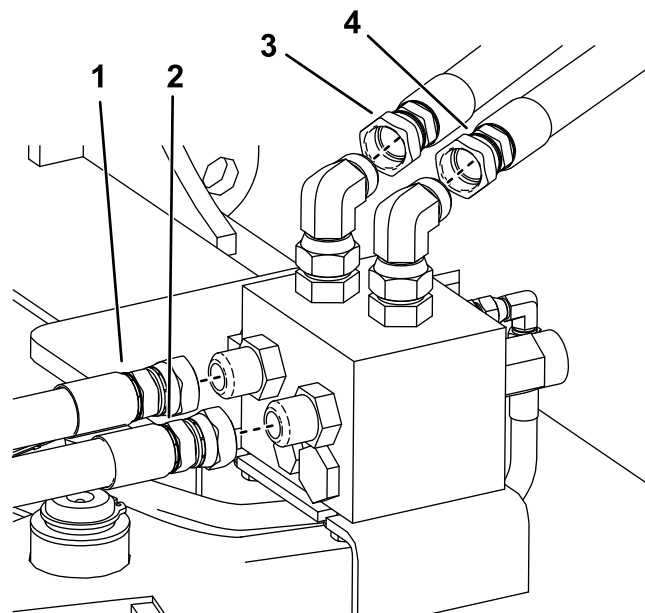

Рисунок 3
6. Подсоедините шланги навесного оборудования непосредственно к прямым штуцерам в задней части коллектора в сборе (Рисунок 3).
7. Снимите угловые штуцеры со шлангов механизированных граблей и подсоедините концы шлангов к угловым штуцерам в верхней части коллектора в сборе (Рисунок 3).